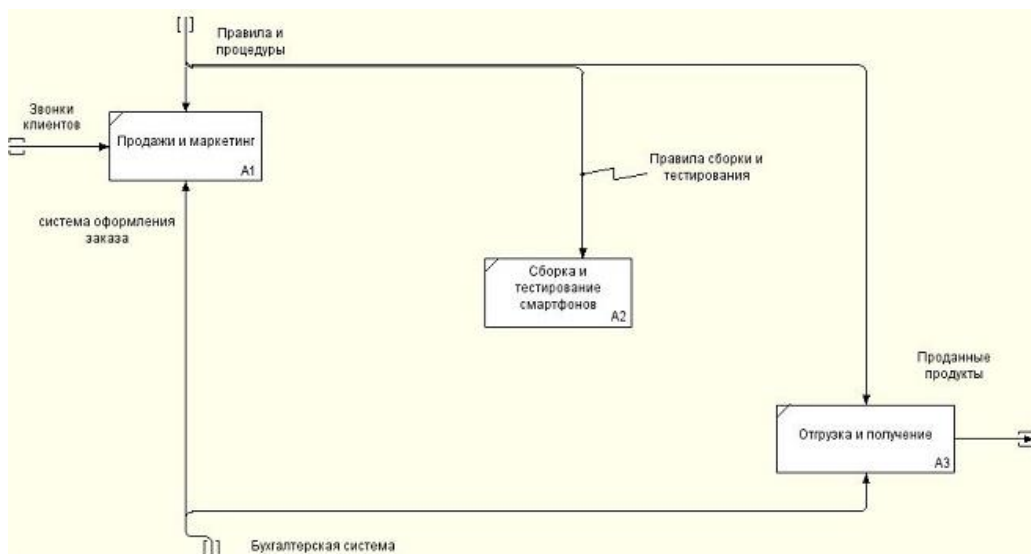

Рис. 2.2 – Связывание граничных стрелок на диаграмме декомпозиции A0
2.4. Перейдите в режим рисования стрелок. Произведите связывание граничных стрелок с функциональными объектами, как показано на рис. 2.2. Для связывания граничных стрелок наводите курсор на сами стрелки, а не на границы области построения моделей.